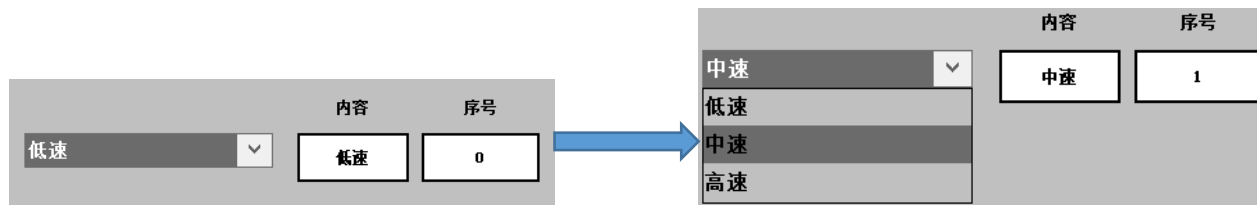

图 3.4-5 组合框运行效果
- ⑥ 保存工程后，下载工程，然后启动运行。
- ⑦ 点击【组合框】，在下拉菜单中选择【中速】。可以看到，【组合框】的内容由【低速】变成了【中速】，而右侧【输入框】中的内容也发生了对应的变化。直接在【输入框】中输入对应的内容，【组合框】中的内容也会发生对应变化。如图 3.4-5 所示。